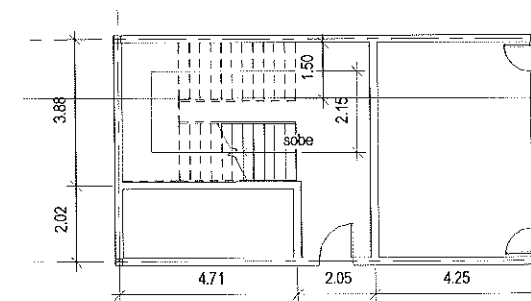

Figura A.74 – Escada do pavimento Térreo.
2. Para inserir a escada do térreo, ative a vista do pavimento **Térreo** e selecione a aba **Arquitetura** > **Escadas** > **Escada por croqui**. Ajuste os parâmetros da escada na janela **Propriedades**, conforme a Figura A.74. A escada tem 1.50 de largura, vai do **Térreo** ao **Pav Tipo**, e a distância entre os eixos é de 2.15 m. Use a opção **Executar**, clique até completar 12 degraus e mude a direção para completar mais 12. Se precisar, mova depois de desenhar para acertar a posição entre as paredes. Apague o guarda-corpo do lado da parede.